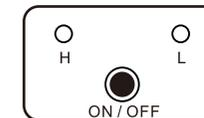

Fig.6
2. Trabajando con la caja receptora: (Fig. 6)